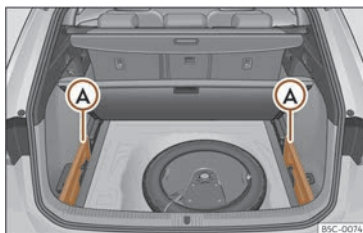

Abb. 187 Im Gepäckraum: Aufnahme zum Verstauen der aufrollbaren Abdeckung.
- Entfernen Sie die Abdeckungen links und rechts >>> (**Abb. 187**) (A).